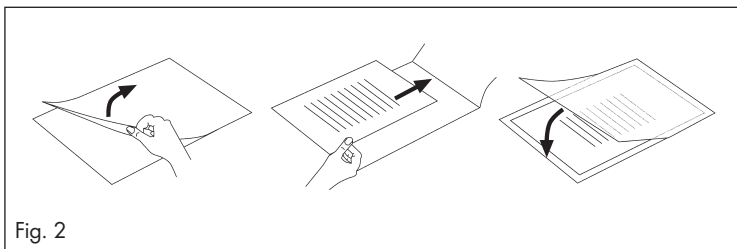

Fig. 2
- ▶ Certifique-se de que utiliza apenas uma película plástica para a plastificação. Abra-a previamente, conforme ilustrado na fig. 2 a título de exemplo.